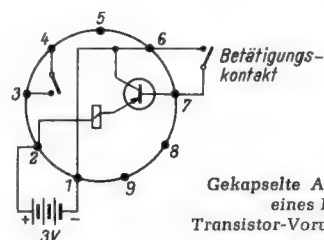

Bild 2. Gekapselte Anordnung eines Relais mit Transistor-Vorverstärker
Soll die Relaiserrichtung durch Schließen eines äußerst schwach belastbaren Kontaktes (z. B. Zeigerkontakt eines Meßinstrumentes) erfolgen, empfiehlt sich die Verwendung der Type 595 HS (B). Sie arbeitet mit einer einzigen Spannungsquelle von 3 V=. Solange der Erregerkreis offen ist (keine Verbindung zwischen den Sockelstiften 6 und 7 in Bild 2), fließt ein vernachlässigbar kleiner Strom (wenige  $\mu$ A), der bei geschlossenem Erregerkreis auf 4 mA – bzw. auf 40 mA im Relaiskreis – ansteigt. Ausführung B verfügt nur über einen Arbeitskontakt, dessen Belastbarkeit der Ausführung A entspricht.